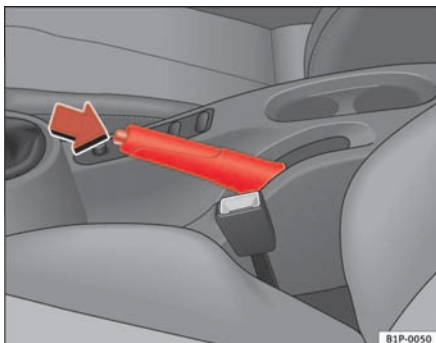

Abb. 121 Handbremse zwischen den Vordersitzen
⇒ Abb. 121.
- Ziehen Sie den Hebel etwas nach oben, drücken Sie den Entriegelungsknopf in Pfeilrichtung ⇒ Abb. 121 und führen Sie den Handbremshebel ganz nach unten ⇒ ⚠.